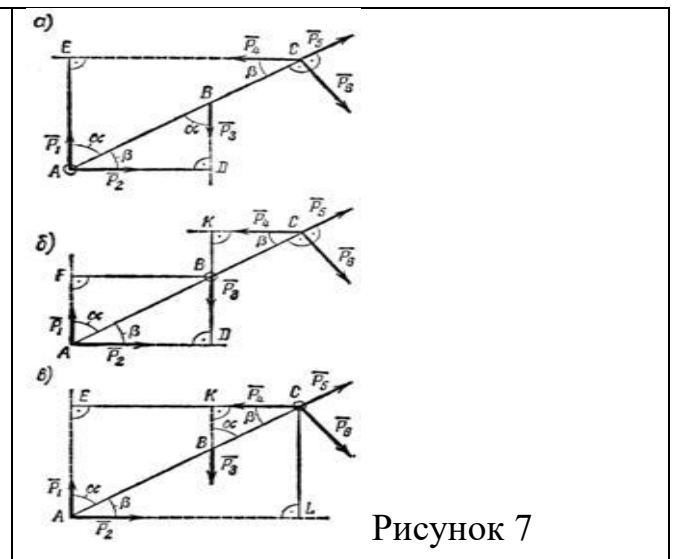

Рисунок 7
2. Определить моменты шести заданных сил (рис. 7) относительно точек А, В и С, если $P_1 = 30$ Н, $P_2 = 50$ Н, $P_3 = 25$ Н, $P_4 = 40$ Н, $P_5 = 35$ Н, $P_6 = 54$ Н, $AB = 1,2$ м, $BC = 0,8$ м, $a = 55^\circ$ и $b = 35^\circ$.